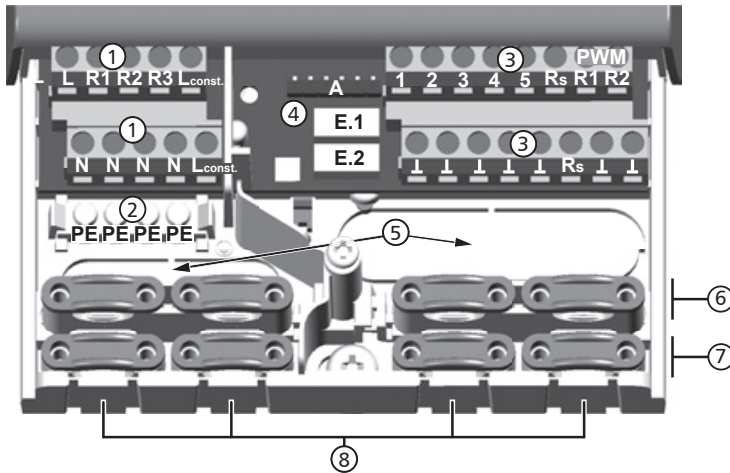

Bild 3: Anslutningsklämmor i regulatorns nedre del (klämskydd borttaget)
1. Bryt ut ledningsöppningar ③ (Bild 3) med ett lämpligt verktyg.
1. Rista in och bryt ut ledningsöppningarna som behövs ④ (Bild 3) till vänster och höger med en lämplig kniv.